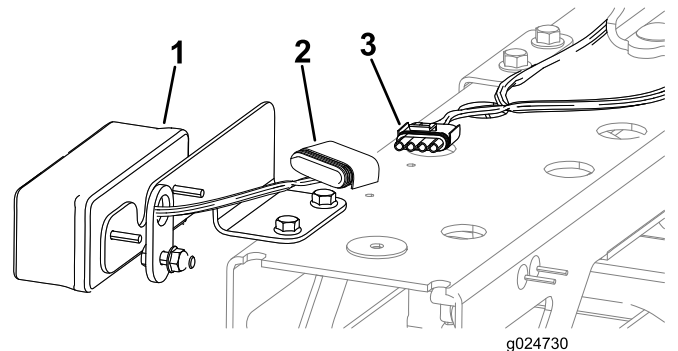

Figura 59
- Collegate i connettori elettrici degli indicatori di direzione (Figura 59) nel modo seguente: